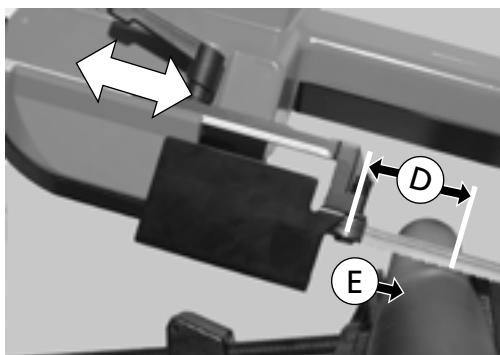

Fig. 24
2. Faire glisser l'ensemble de la lame (dans le rectangle) dans le sens des flèches. Le déplacement doit se poursuivre jusqu'à ce que les roues de fixation de la lame (B) soient aussi près que possible de la pièce à couper (E), mais sans interférer avec elle. C'est pourquoi il faut être attentif à la distance marquée (D) - (fig. 24).